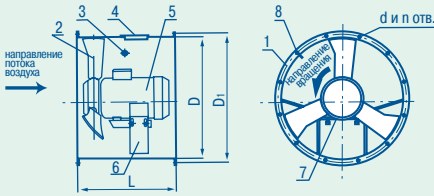

Рис. 4
Вентилятор Аксипал FTDA (рис. 4) состоит из кожуха (1), двух кронштейнов (6), опоры электродвигателя (7), рабочего колеса (2) и электродвигателя (5).